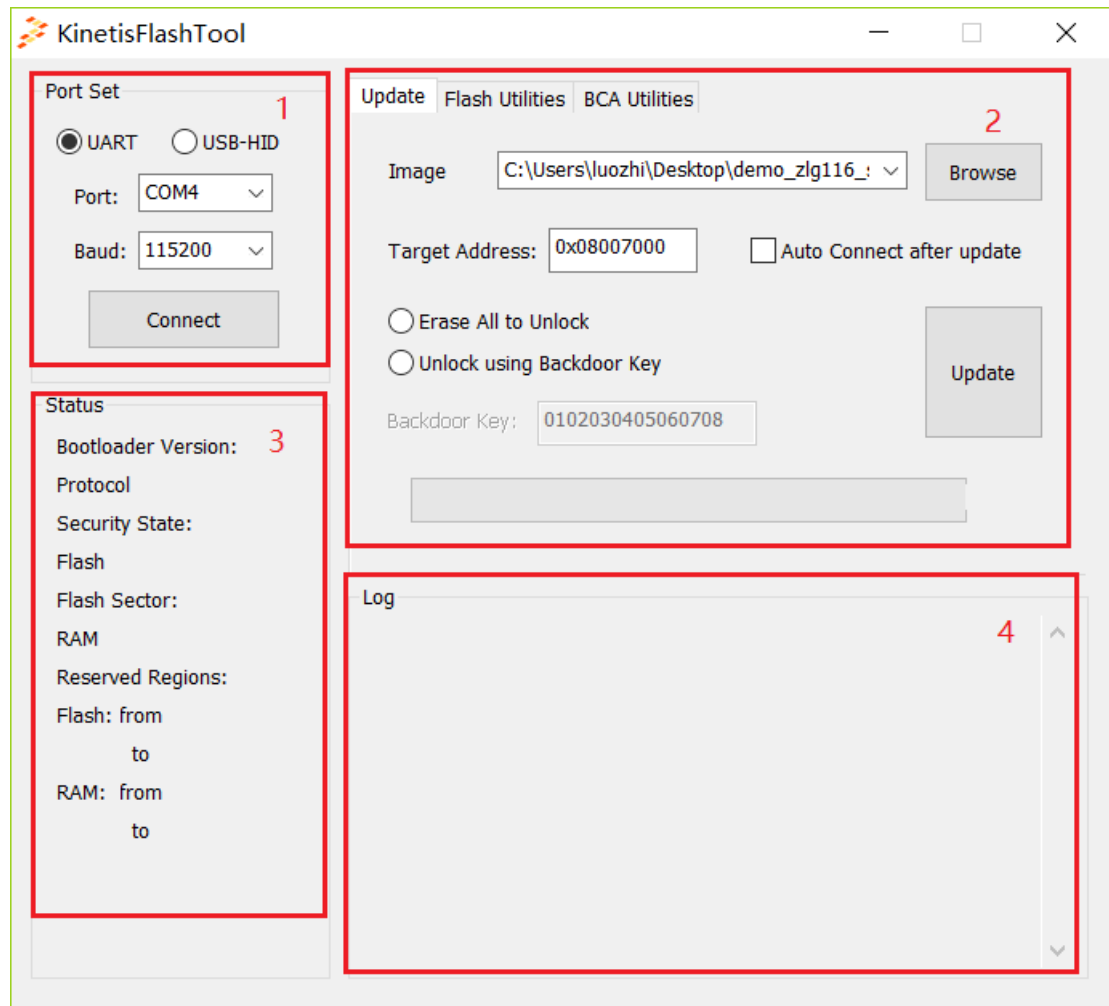

图 9: KinetisFlashTool 初始界面
3、打开上位机 KinetisFlashTool, 如 图 9 所示。本例程使用串口进行通信, 所以需要配置上位机串口的参数, 图片上的第一步分就是串口设置的部分, 波特率任选, 端口根据自己的插入的端口设置。该上位机主要有三个功能模块, 即图片上的第 2 部分所示, 分别是 Update、Flash Utilities、BCA Utilities, 本例程只用到 Update 功能。图片上的第 3 部分是状态栏, 显示一些基本的 BootLoader 状态和单片机信息。第 4 部分是 log 部分, 显示一些操作的提示信息。